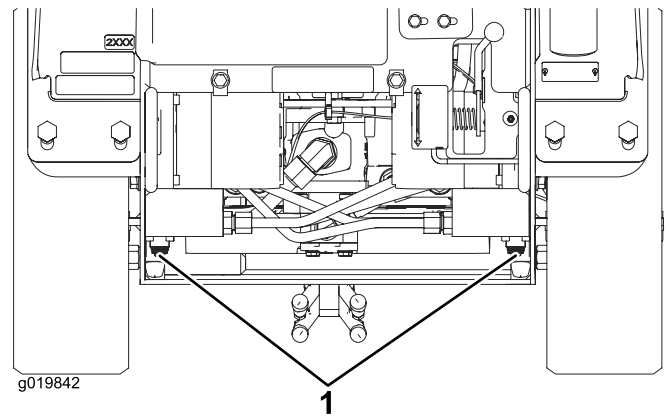

図 19
4. レンチを使って、油圧ポンプについての牽引バルブを左に 2 回転させる 図 19。